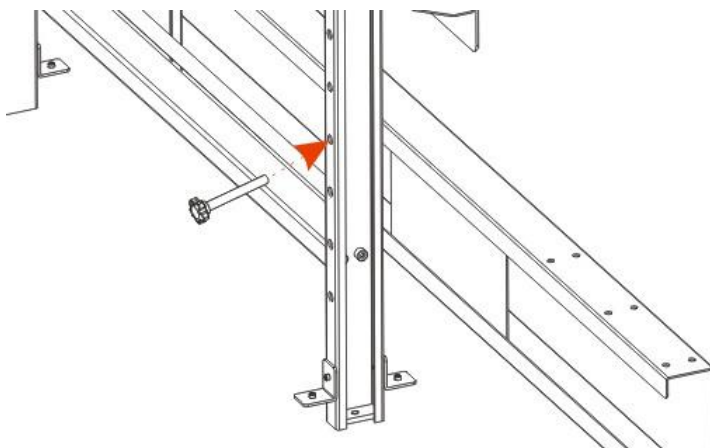

Рис. 4-3
2. Совместите поперечину (10) и шаблонную раму, затем с помощью установочного винта (B) зафиксируйте поперечину на определенной высоте (см. рис. 4-3).